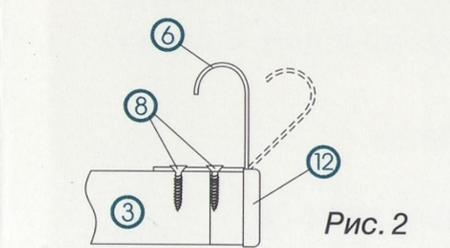

Рис. 2
2. Подготовка реек (3).
а) В торец профиля рейки (3) вставить заглушку профиля (12) (Рис. 2).
б) К рейке (3) необходимо прикрутить при помощи двух винтов (8) скобу (6). После этого скобу следует загнуть так, чтобы она представляла собой угол 90° (Рис. 2).